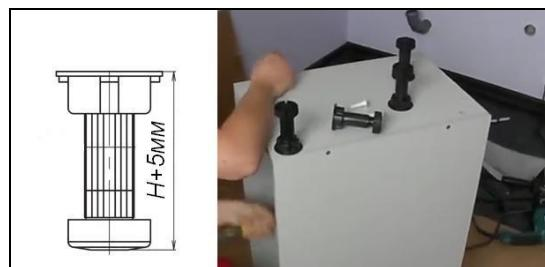

Рис. 5
- Закрепить на нижних плоскостях столов регулируемые опоры шурупами 4x16 мм (опоры размещаются в соответствии с разметкой, нанесённой на днищах столов: разметка может быть нанесена маркером, либо это может быть неглубокое отверстие, обозначающее центр опоры (Рис. 5)). Вывинтить опору на расстояние превышающее высоту цоколя на 5 мм.